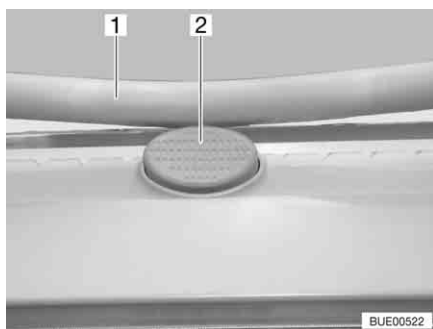

Fig. 34 Bottone di sicurezza sull'oblò Heki
- Premere il bottone di sicurezza (Fig. 34,2) e tirare verso il basso la staffa (Fig. 34,1) con entrambe le mani.
- Premere la staffa verso l'alto con ambedue le mani, finché la staffa non poggia al di sopra del bottone di sicurezza (Fig. 34,2).